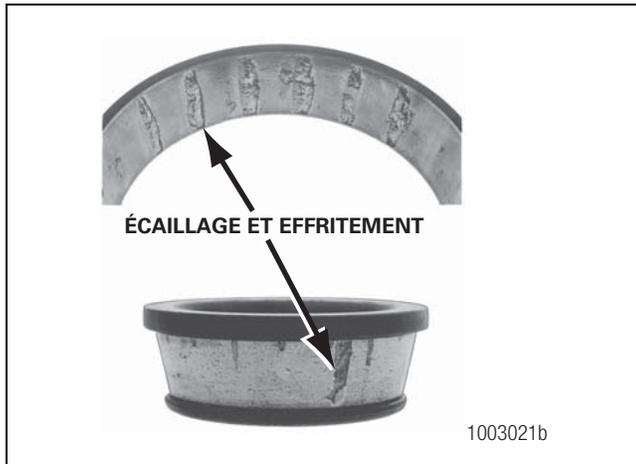

Figure 4.6
- Les surfaces de la bague et du cône intérieur en contact avec les rouleaux sont endommagées. Figure 4.6.